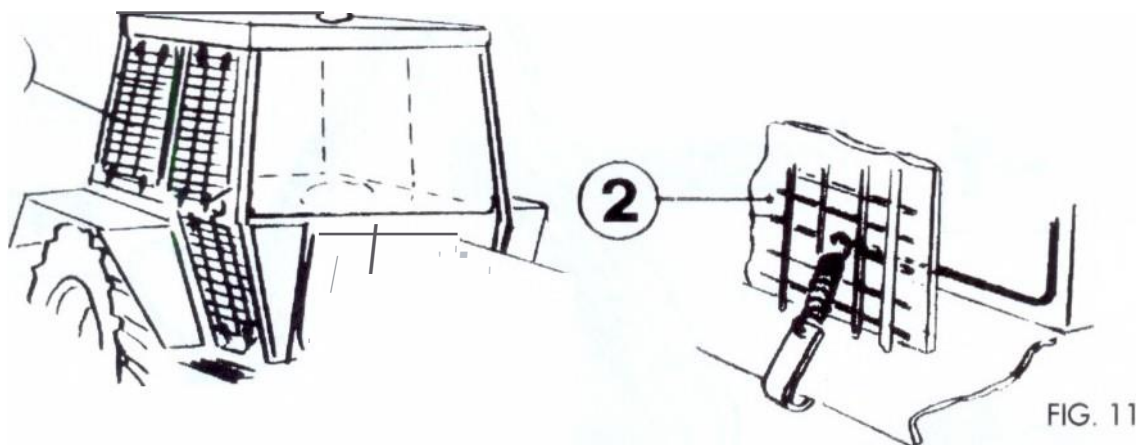

FIG. 11
- Чтобы защитить оператора от возможного летучего мусора, рекомендуется установить две защитные решетки (1) в кабину оператора, чтобы обломки, выброшенные машиной, не могли попасть в стекло кабины и сломать ее, что привело к травмам оператора (Рис.11)
- Рекомендуется устанавливать 5 мм листы из поликарбоната (2) между решетками (1) и стеклом. Они предотвратят попадание мелких камней и фрагментов в стекло кабины. (FIG. 11)